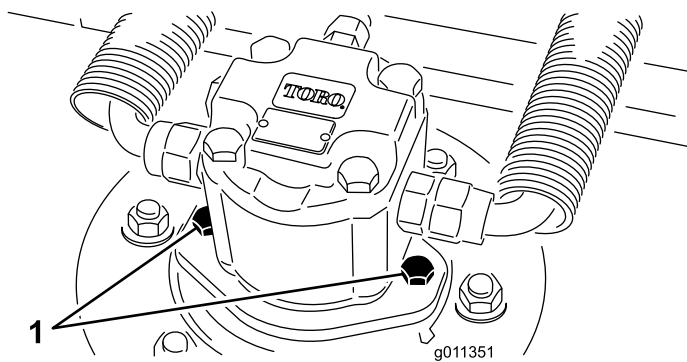

Figure 61
2. Débranchez et déposez le moteur hydraulique du tablier de coupe (Figure 61). Couvrez le dessus de l'axe pour éviter toute contamination.
4. Montez le moteur hydraulique sur le tablier de coupe (Figure 61). Vérifiez que le joint torique est en place et en bon état.